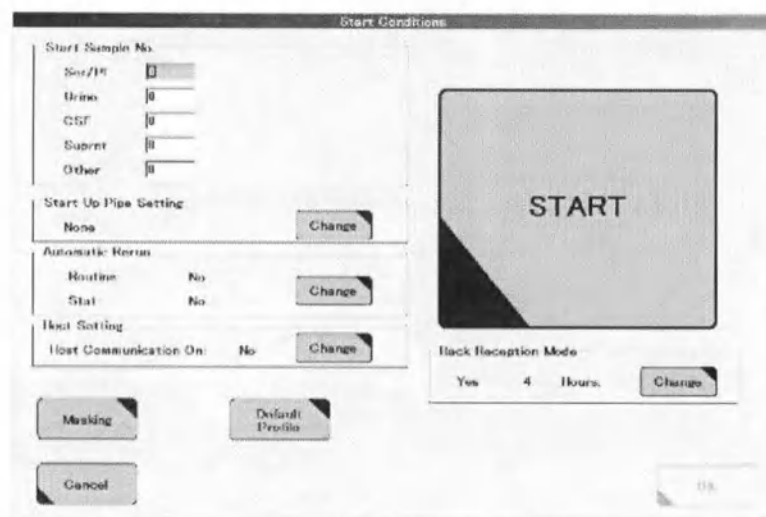

Figure B-28 Экран Условий Старта
- ☞ См. Рис. B-28 на стр. B-49.